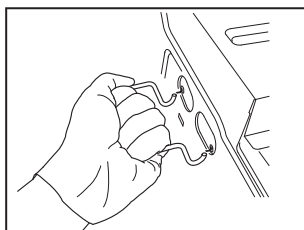

Fig. 1
1. Introduisez fermement la poignée dans les orifices latéraux (Fig. 1)